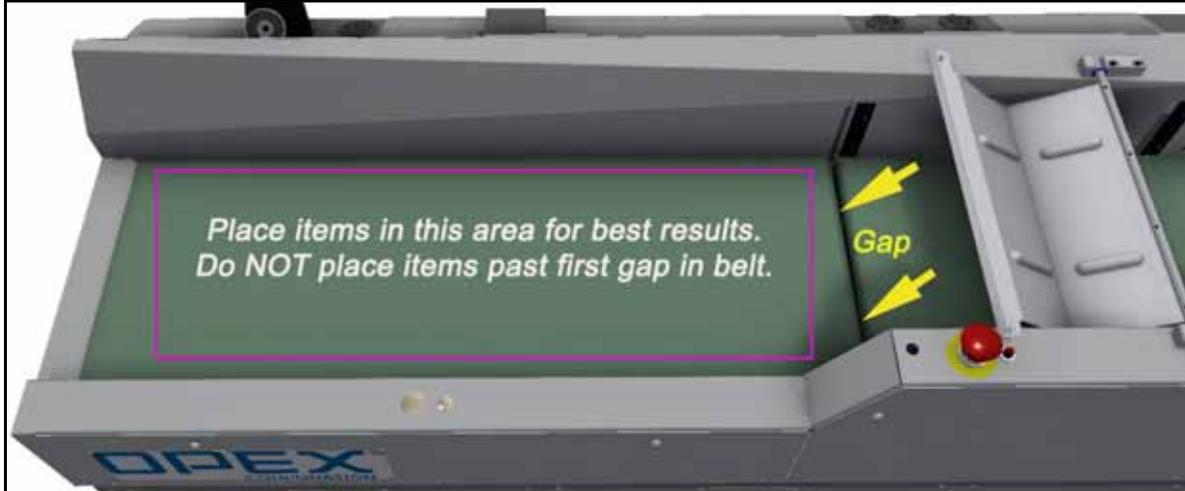

Figure 4-38: "Zona de Entrega" de la cinta transportadora
5. Coloque el artículo en el transportador como se muestra a continuación (ver Figure 4-38/Figura 4-38).